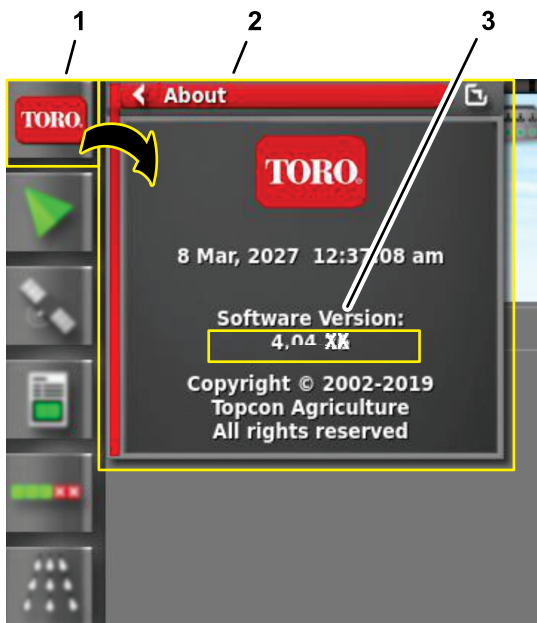

Рисунок 158
2. Нажмите значок ABOUT (О МАШИНЕ) (Toro) в верхнем левом углу управляющей консоли (Рисунок 158).